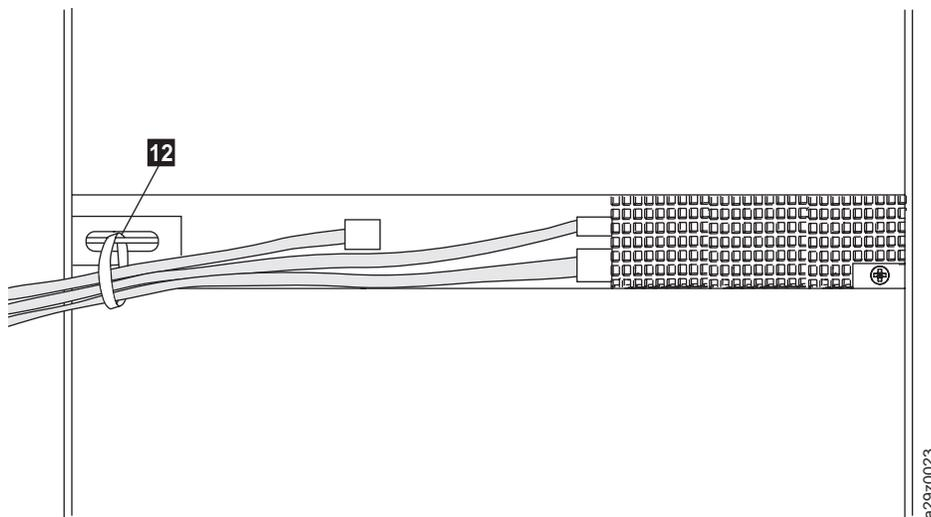

Figura 25. Los cables de la parte posterior de la biblioteca
- Pase el cable SAS, el cable de alimentación y el cable Ethernet a través de la correa del mecanismo de sujeción **12**. Déjelos suficientemente flojos para alcanzar los conectores correspondientes y después apriete la correa (Figura 25).